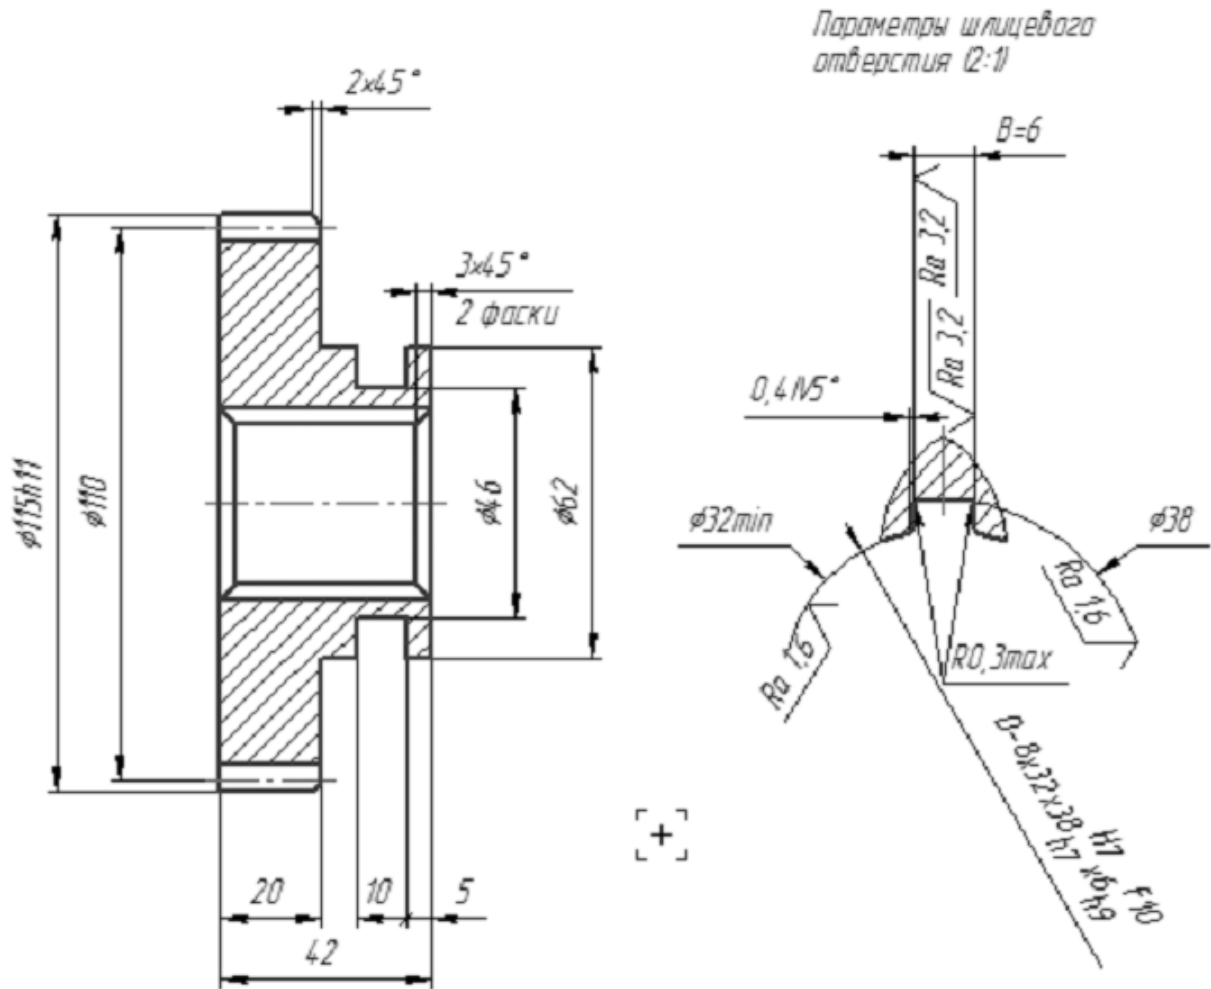

Рисунок 19
12. Нажмите кнопку **Редактировать** на вкладке **Эскиз**. Открылось окно программы **КОМПАС-График**. Удалите из эскиза ненужные элементы таким образом, чтобы ваш эскиз соответствовал рис. 19. Нажмите кнопку **Сохранить** на панели инструментов системы **КОМПАС**.